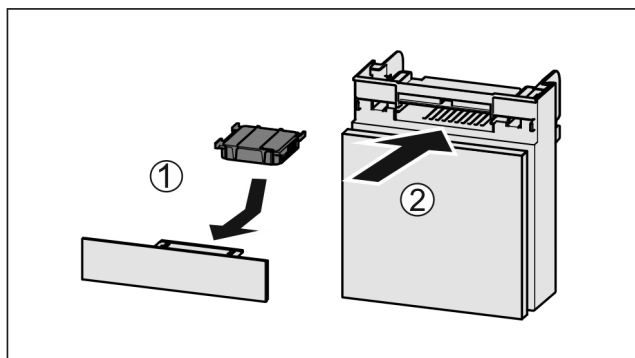

Fig. 97
- Vložte aktívny uhlíkový filter podľa obrázka Fig. 97 (1).
- Zasuňte zásuvku Fig. 97 (2).